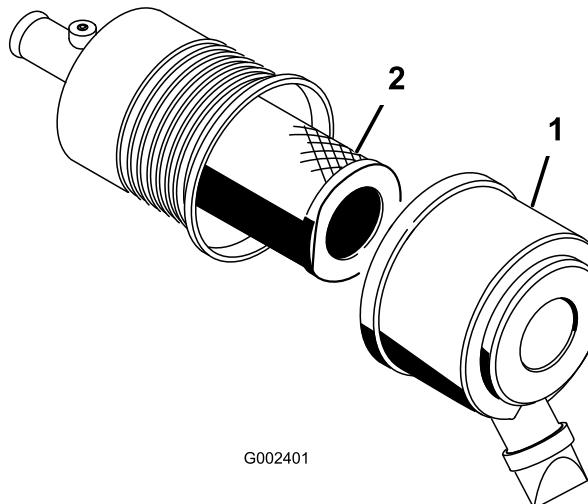

図 84
1. エアクリーナーのラッチを外し、ボディーからカバーを抜き出す(図 84)。
3. エアクリーナーのボディーから、フィルタをしづかに引き出す(図 84)。
5. フィルタをゆっくり押し込むようにしてボディチューブに取り付ける図 84。
6. 上下方向を間違ないように、エアクリーナカバーを正しく取り付け、ラッチを掛ける図 84。